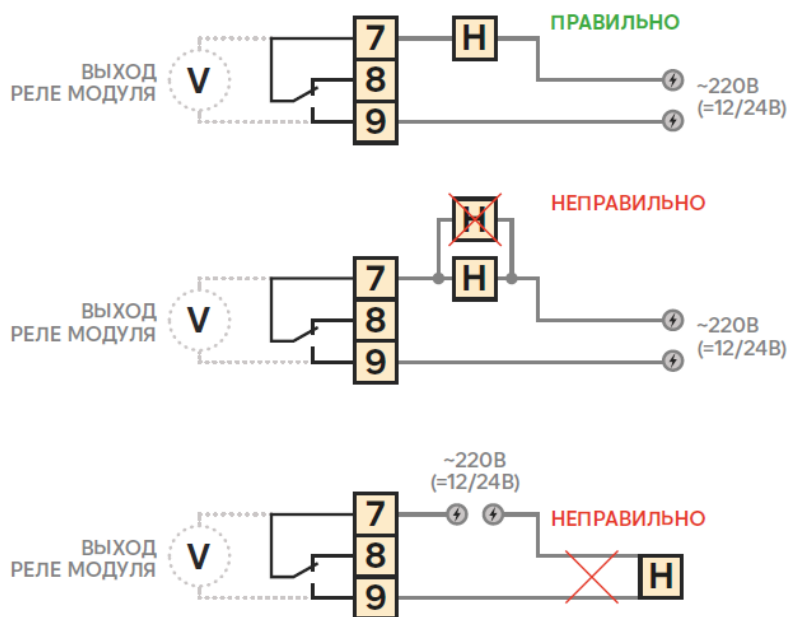

Рис.5. Особенности схемы подключения нагрузки к КУПОЛ-РКШ.
2.1.3. На рис. 5 показаны наиболее часто встречающиеся ошибки подключения нагрузки к контактам модуля. На рисунке представлен также принцип контроля цепи управления, который условно может быть представлен как вольтметр, измеряющий напряжение между клеммами 3 и 5.
Как демонстрирует рис.5, модуль обеспечивает контроль исправности цепи только одной подключенной нагрузки – обрыв цепи второй нагрузки обнаружен не будет.
При этом для эффективного контроля исправности нагрузки и цепи управления рекомендуется устанавливать модуль вблизи нагрузки (см. рис.2-4). При работе с удаленной нагрузкой, как показано на рис.5, короткое замыкание в проводах, питающих нагрузку, обнаружено не будет.